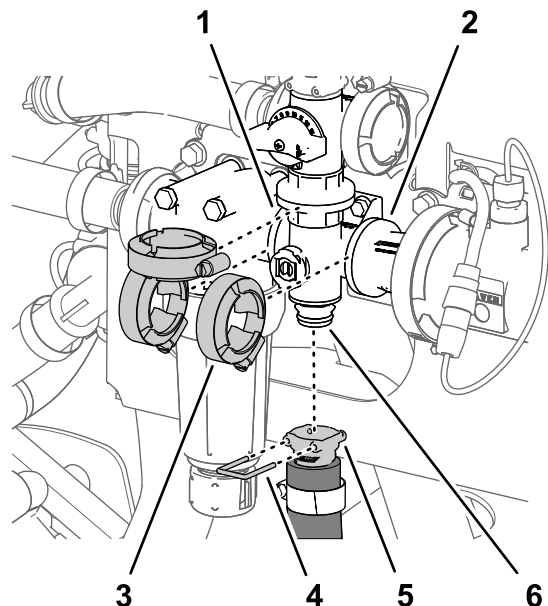

图 108
1. 拆下将搅拌软管快速连接耦合器固定至搅拌阀歧管上的快速连接销图 108。
- 取下将搅拌阀歧管固定至压力式滤清器头和耦合适配器的法兰上的 3 个法兰夹具 图 108。